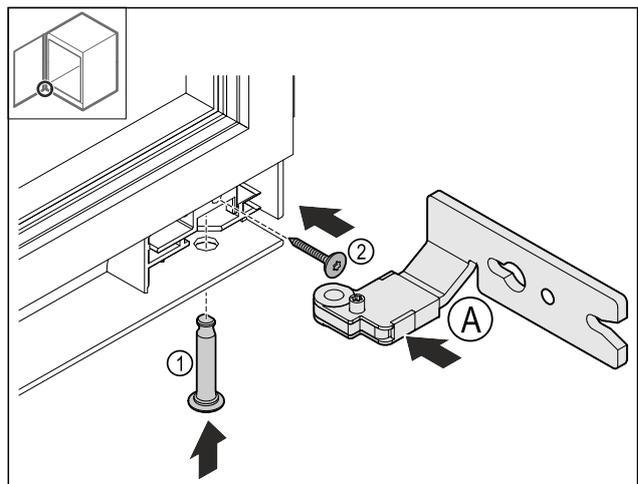

Fig. 24
- ▶ Unteres Scharnier Fig. 24 (A) einsetzen.
- ▶ Bolzen Fig. 24 (1) einstecken und festhalten.
- ▶ Schraube Fig. 24 (2) festdrehen.